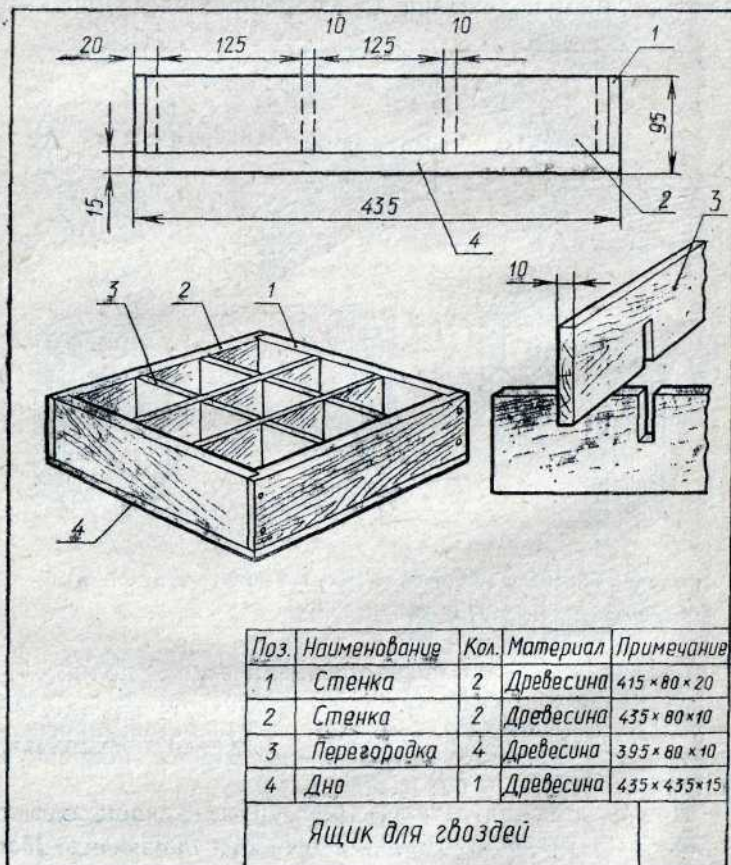

Рис. 49. Чертеж изделия (к заданию).
1. Приведите примеры изделий, в которых используются угловые соединения вполдерева. 2. На рисунке 48 показаны некоторые способы соединения деталей. Подумайте: при изготовлении каких изделий можно использовать такие соединения деталей? 3. Прочтите технический рисунок и чертеж изделия (рис. 49). Какой тип соединения в нем применен? 4. Почему на ручку стамески надевают металлическое кольцо? 5. Для чего применяются нагели?